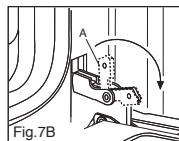

Fig. 7B
3) ribaltare i ganci "A" verso l'esterno (vedere fig. 7B).